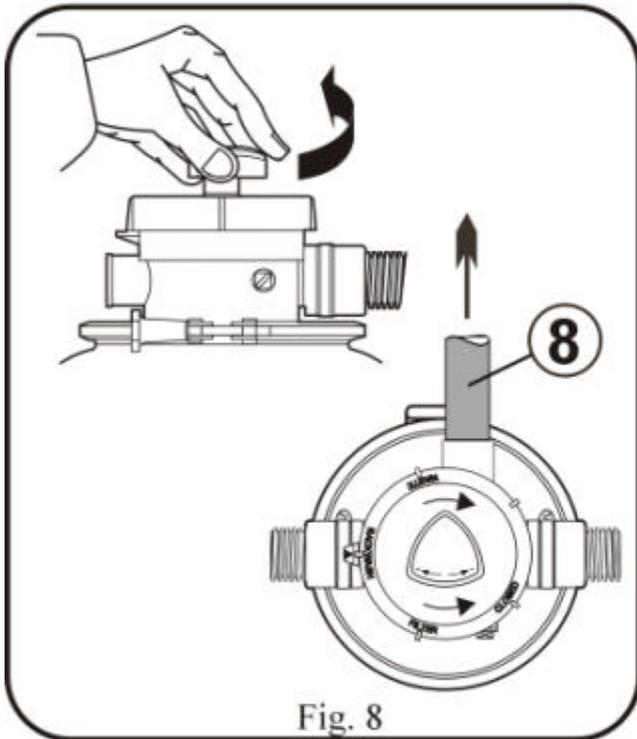

Fig. 8
- Connecter le tuyau de Ø38 mm x 1,5 m au trop-plein (WASTE) fig 8, pos 8, de la vanne et diriger l'autre extrémité du tuyau vers une bouche d'évacuation des eaux ou un égout.